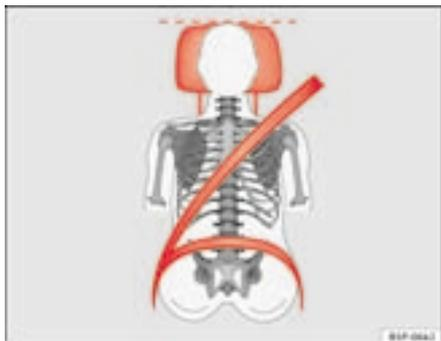
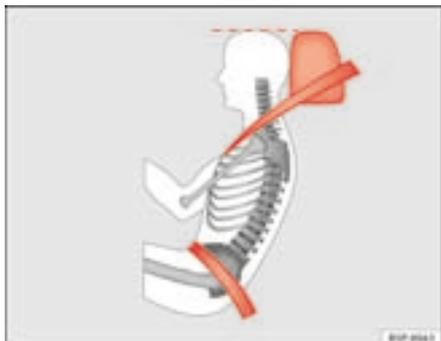

Fig. 3 Encosto de cabeça correctamente ajustado visto de frente
Fig. 4 Encosto de cabeça correctamente ajustado visto de lado
- Ajustar os encostos de cabeça de modo a que o rebordo superior do encosto fique, na medida do possível, alinhado com o alto da sua cabeça, no mínimo à altura dos olhos ⇒ **fig. 3** e ⇒ **fig. 4**.